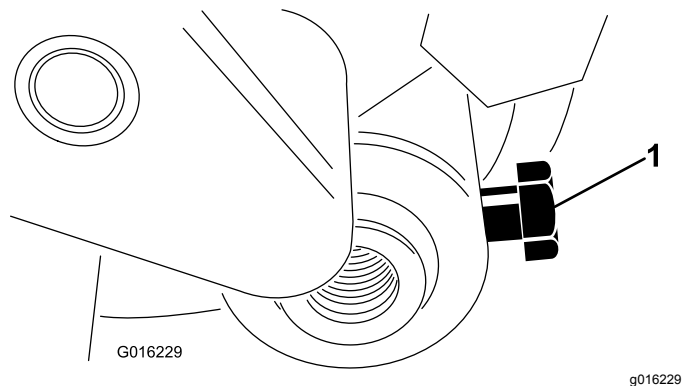

Рисунок 14
30. Вставьте валик в рычаг правого регулятора и слегка зафиксируйте его болтом (**Рисунок 14**).
38. Сцентрируйте валик между рычагами регуляторов и затяните болты крепления (Рисунок 14).